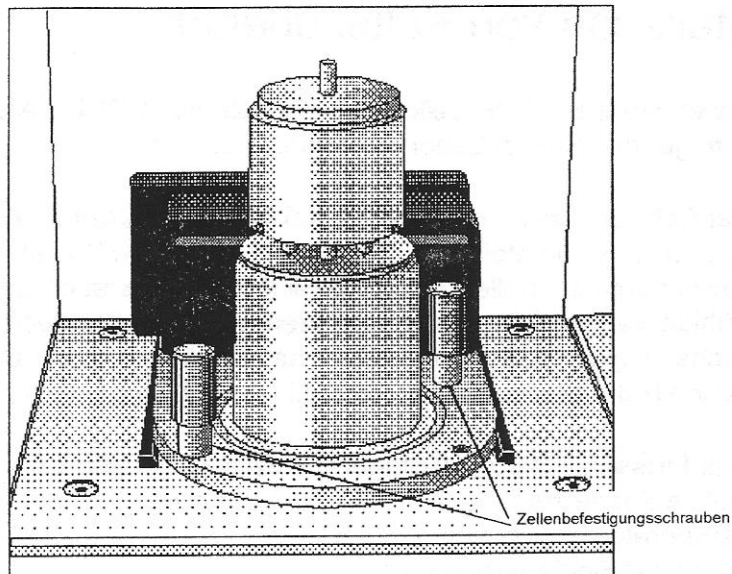

Abbildung 1.12 — Installierte DDK-Zelle mit Zellenbefestigungsschrauben
5. Drehen Sie die beiden Zellenbefestigungsschrauben (Rändelschrauben) aus dem Zubehörkarton wie in Abbildung 1.12 gezeigt ein. Ziehen Sie die Schrauben langsam mit der bloßen Hand fingerfest an, um dichte Gasleitungsverbindungen zwischen Zelle und Modul zu gewährleisten.